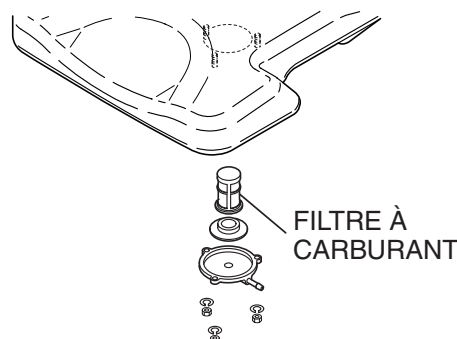

Figure 15. Filtre à carburant
- Inspecter et nettoyer le filtre à carburant (Figure 15). Remplacer le filtre au besoin.